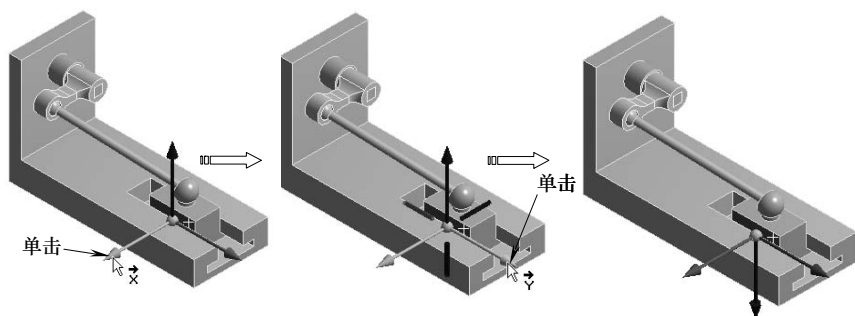

图 10-25 设置参考坐标系
8) 单击详细设置窗口中【Reference】下的【Coordinate System】项后的 Reference Coordinate System，在图形区单击红色 X 轴，接着单击 Y 轴，然后单击详细设置窗口中的【Reference】列表中的【Coordinate System】下的【Apply】按钮完成，如图 10-25 所示。